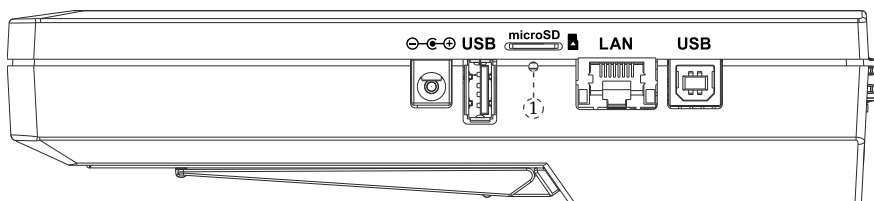

Рис. 3.4. Боковая панель прибора Беркут-ЕТ
3. Подключить блок питания к разъёму питания прибора (см. рис. 3.4), а затем к электрической розетке. После подключения загорается зелёным индикатор «Power» (см. раздел 3.5).
Подключение к прибору Беркут-ЕТ выполняется с помощью персонального компьютера (ПК) по интерфейсу Ethernet (см. раздел 5.2 и 5.3). Для соединения используется порт LAN — системный порт 10/100/1000BASE-T, расположенный на боковой панели корпуса устройства (см. рис. 3.4).